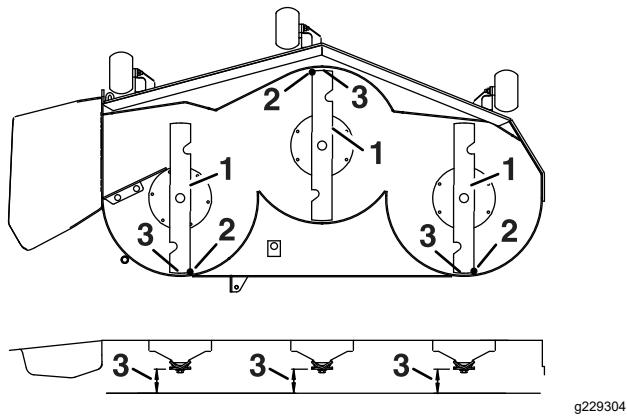

Figura 74
3. Girate con cautela le lame in modo che siano disposte longitudinalmente (Figura 74).
4. Misurate il valore dalla punta della lama anteriore e dalla punta della lama posteriore alla superficie piana (Figura 74).